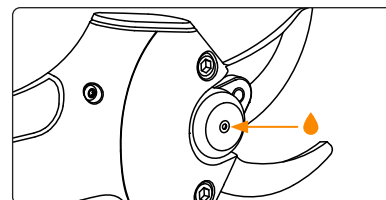

Figura 5. Ubicación del orificio de lubricación.
- Las hojas inferior y de corte deben lubricarse regularmente mediante la introducción de grasa universal en el orificio de engrase (pequeña muesca en el eje como se ilustra en la figura 5).